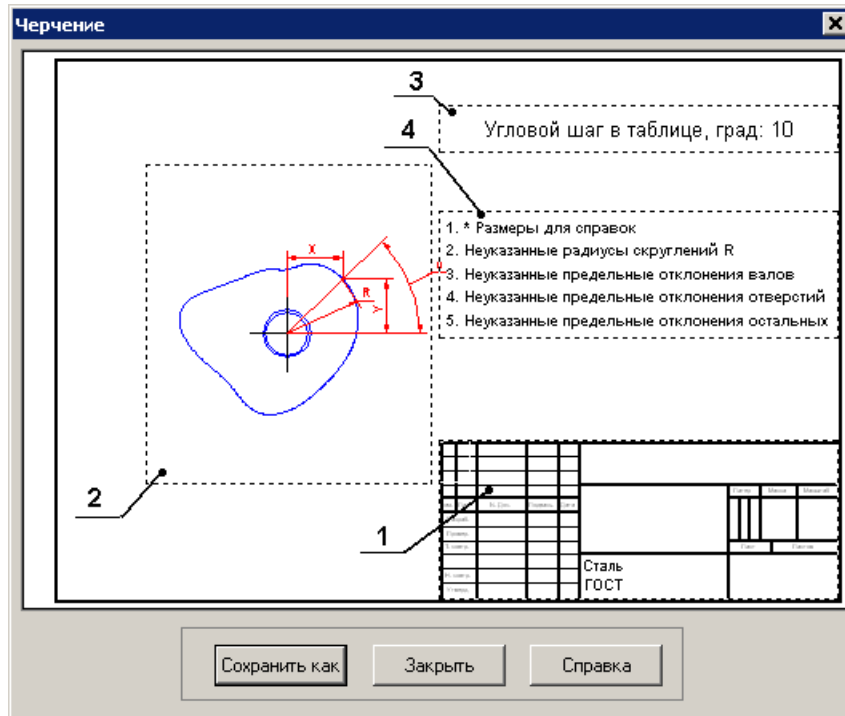

Рис. 3.14 Главное окно подсистемы генерации чертежа.
2. При появлении главного окна подсистемы генерации чертежа (рис. 3.14) необходимо ввести параметры, характеризующие чертёж и конструктивное исполнение кулачка. После этого сохраните чертеж в формате \*.agr (система *APM Graph* запустится автоматически) или в формате \*.dxf.
В главном окне подсистемы генерации чертежей (рис. 3.14) можно выделить несколько зон, каждая из которых отвечает за свою группу параметров.